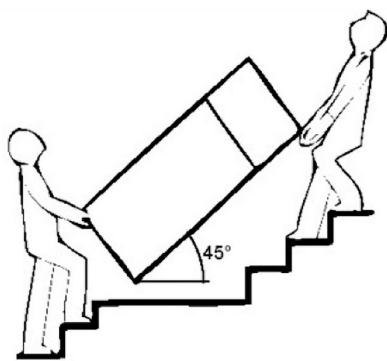

Fig. 1 Trasporto
1.3 Trasporto e manipolazione (fig. 1)